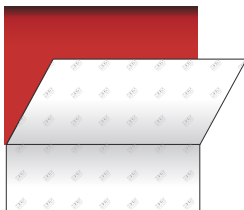

Abbildung 08
- › Schließlich den Anschluss entfernen, um für die weiteren Flächen mit dem Abziehen des Abdeckpapiers fortzufahren (siehe darauffolgende Absätze). (Abb. 08)